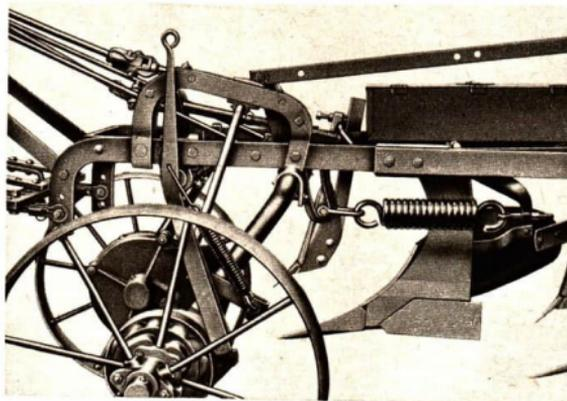

Abb. 38/1. Feder an einer landwirtschaftlichen Maschine
*Zug-Schraubenfedern* dienen zum Beispiel als Rückholfedern an der Schreibmaschine, an landwirtschaftlichen Maschinen (Abb. 38/1) und als Spannfeder bei der Skibindung.